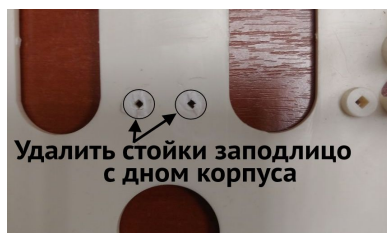

Рисунок 26. Подготовка места для адаптера «L25_Crow_rev3»
- «**Адаптер L25_CROW_rev3**» – подготовить место установки (рисунок 26), а затем установить адаптер на отрезок двусторонней липкой ленты, как показано на рисунке 27.